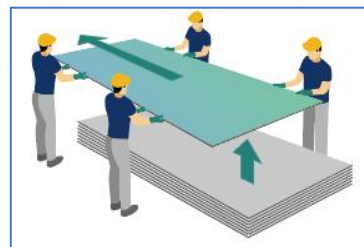

图2
- 单独的铝塑板必须完全从下方的板材上抬起，不可互相推拉。我们建议使用真空起重器。如果人工搬运，铝塑板应沿长边抬起并运输，具体方法见“图2”。